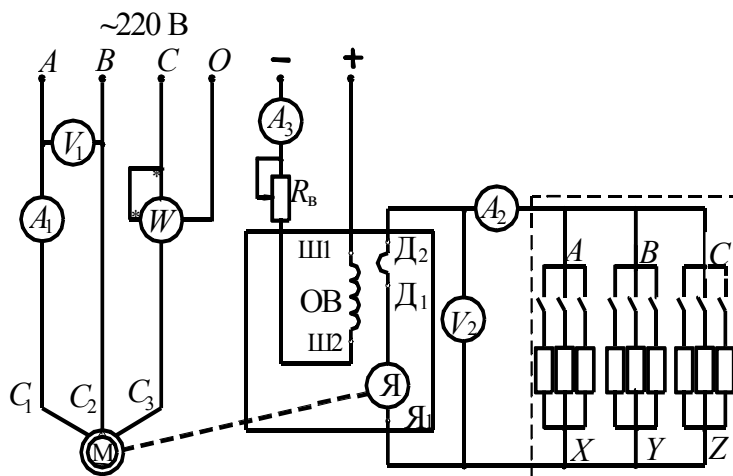

РИС. 2.1
- 2 Соединить обмотки двигателя "треугольником" и собрать схему согласно рис. 2.1.